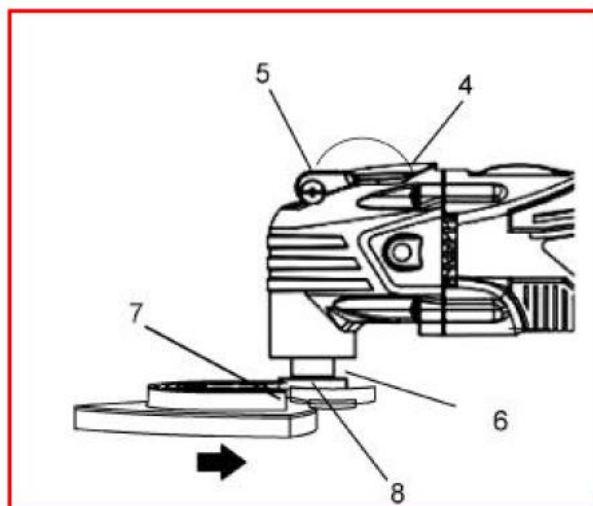

Рис. 1
• Поднимите зажимной рычаг вверх и в направлении передней части инструмента до упора (рис.1).